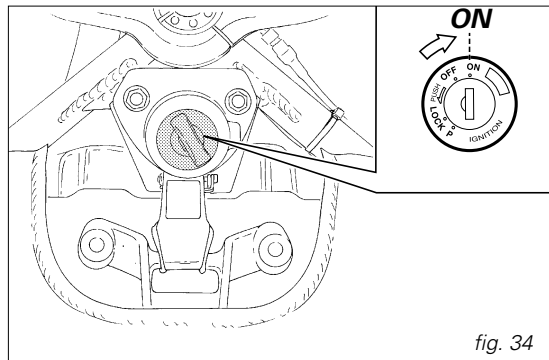

fig. 34
1) Colocar el interruptor de encendido en posición **ON** (fig. 34). Controlar que el testigo verde **N** y el rojo  ubicados en el salpicadero se encuentren iluminados.